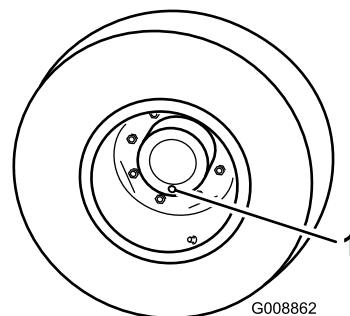

図 82
1. 平らな場所で、点検プラグが一番低い位置時計の 6 時の位置に来るように停止させる 図 82。